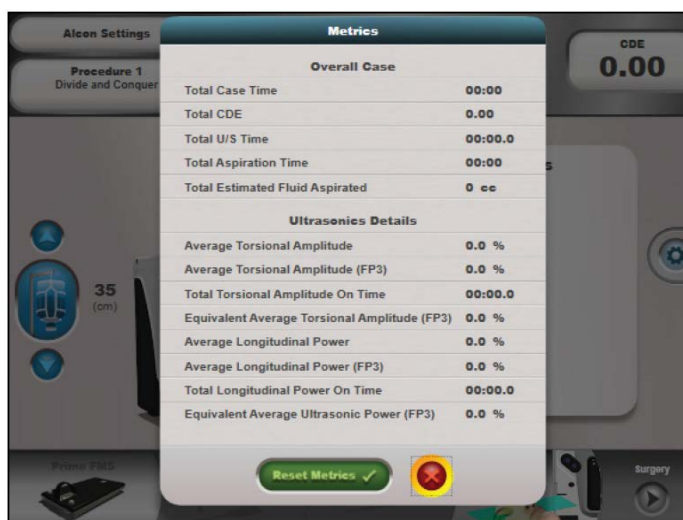

Рисунок 2-37 Диалог показателей с кумулятивной рассеиваемой энергией (КРЭ).
Текущее значение кумулятивной рассеиваемой энергии (КРЭ) отображается на этой клавише. Диалог «Показатели (Metrics)» появляется, когда кнопка нажата (см. рисунок 2-37). Показатели для ультразвука (Ultrasonics) и жидкостной системы (Fluidics) отображены для текущей хирургической процедуры. Нажатие клавиши «Отмена (Cancel)» (X) сохраняет показатели и возвращает систему к последнему используемому экрану. Нажатие клавиши «Сброс показателей (Reset Metrics)» (✓) сбрасывает все показатели к нулю и возвращает систему к последнему используемому экрану.